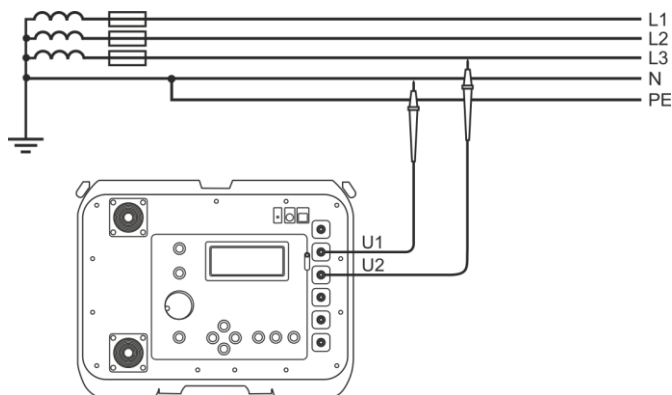

Fig. 11 Misura della tensione AC - schema
- collega i cavi di prova alle prese: U_1 i U_2 (Fig. 11),